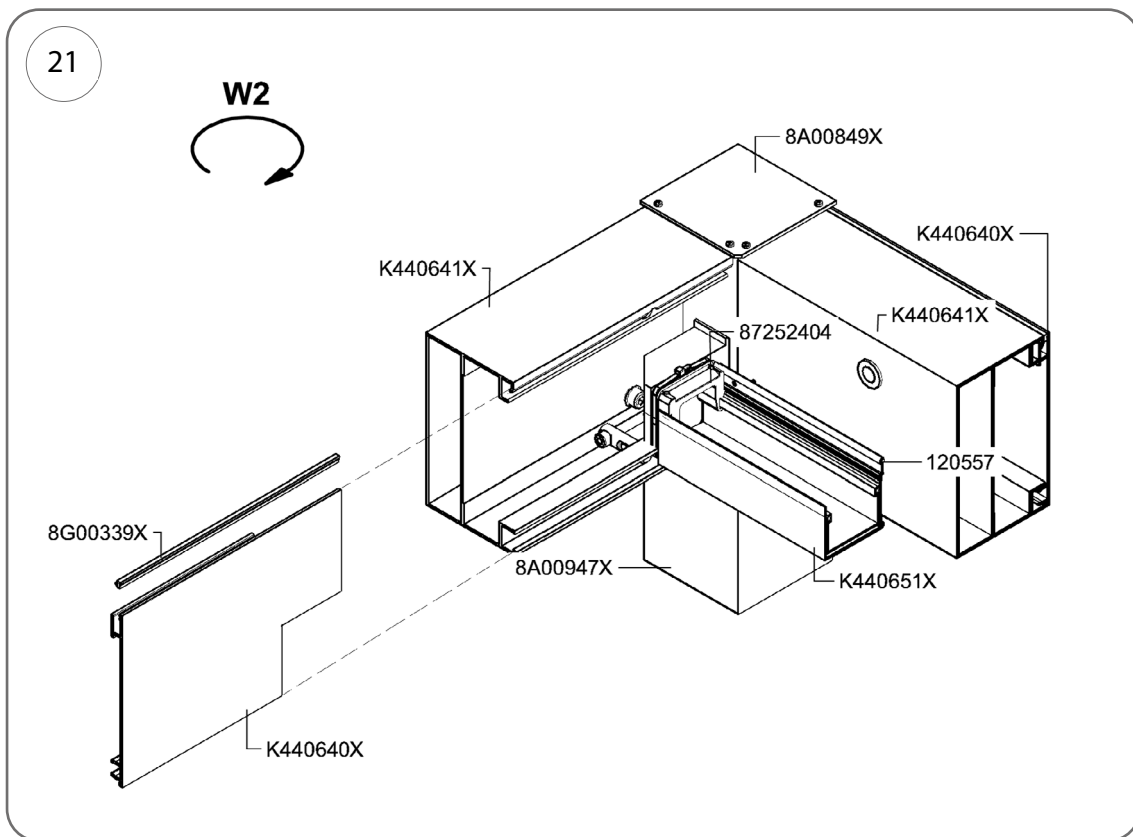

Рис. 21
- дві водостічні системи закінчуються колінами, код 8A00947X, коли водовідведення з даху забезпечується 4 стійками (рис. 21),